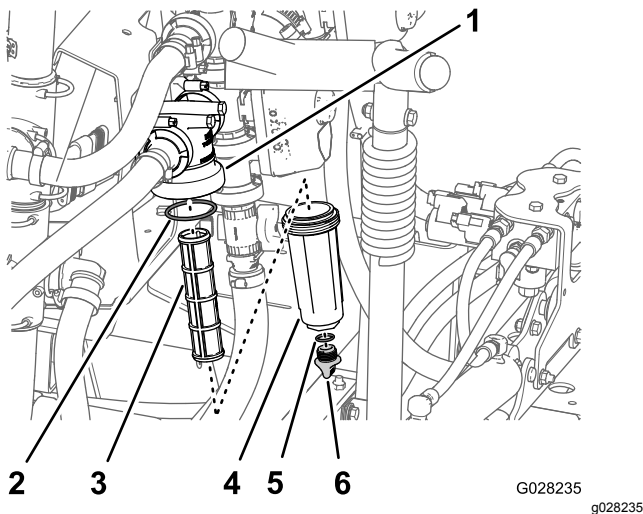

Figura 94
2. Alinhe um recipiente de escoamento debaixo do filtro de pressão (Figura 94).
3. Rode o tampão de drenagem no sentido contrário ao dos ponteiros do relógio e retire-o do recipiente do filtro de pressão (Figura 94).
4. Rode o recipiente no sentido contrário ao dos ponteiros do relógio e retire a cabeça do filtro (Figura 94).
5. Retire o elemento do filtro de pressão antigo (Figura 94).
6. Verifique o anel de retenção do tampão de drenagem (localizado no interior do recipiente) e o anel de retenção do recipiente (localizado no interior da cabeça do filtro) e veja se há danos e desgaste (Figura 94).
7. Instale o novo elemento do filtro de pressão na cabeça do filtro (Figura 94).
8. Instale o recipiente na cabeça do filtro apertando à mão (Figura 94).
9. Instale o tampão no recipiente apertando à mão (Figura 94).